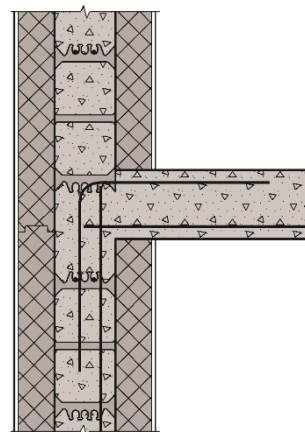

Fig. 7 Armeringsføring ved tilslutning til etasjeskiller for vegg støttet og fastholdt i topp og bunn. Armering videre opp i veggen er vist i fig. 7.
- Veggen forankres til dekket i toppen av veggen med Ø 10 mm armeringsvinkler c/c 300 mm. Disse vinklene plasseres i overkant av gulvet og i ytterkant av veggen som vist på fig. 7